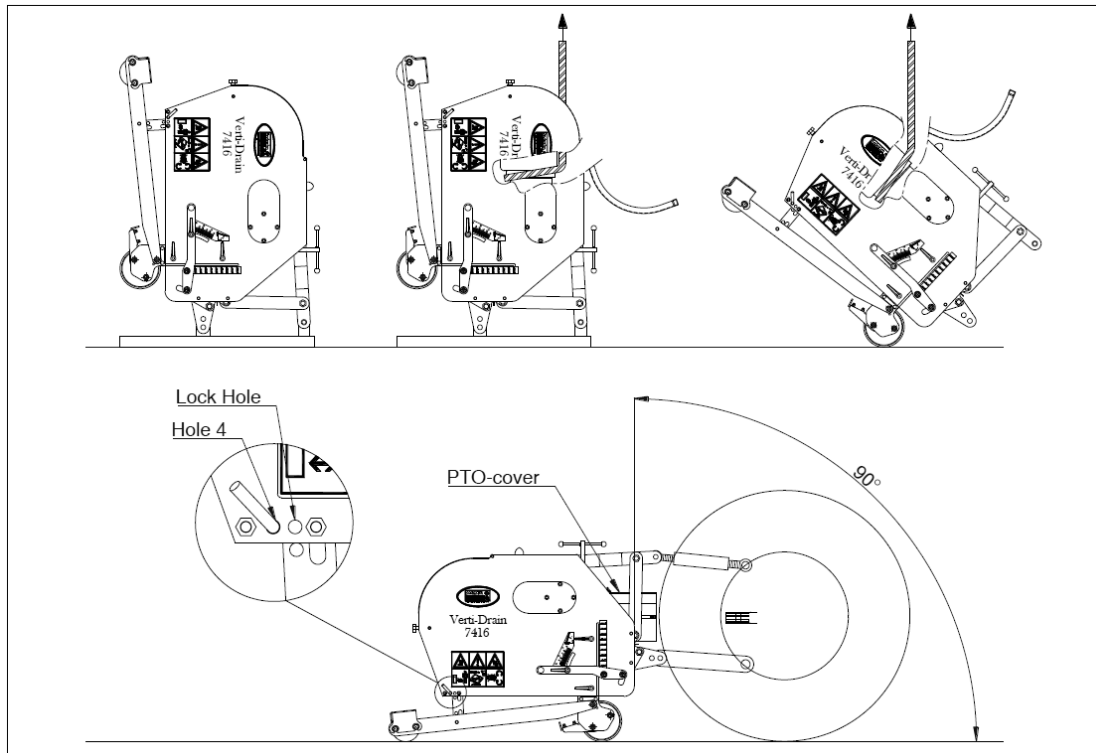

Fig. 1
La máquina está en vertical sobre la paleta. Para quitar la paleta y conseguir poner la máquina horizontal sobre el suelo, proceda como se indica a continuación (véase fig.1):
- @ A 90 grados los pasadores sólo entran a plomo en el suelo cuando la máquina está bien instalada véase fig. 1. Si la instalación no es la adecuada, se puede producir una fuerza F, véase fig. 5, que dañe la máquina.
@ Si el VERTI-DRAIN no está correctamente montado detrás del tractor, véase fig. 1, algunos ángulos del eje bifurcado pueden causar vibraciones en la línea de accionamiento de la máquina. Estas vibraciones pueden dañar la máquina y los agujeros en el suelo.